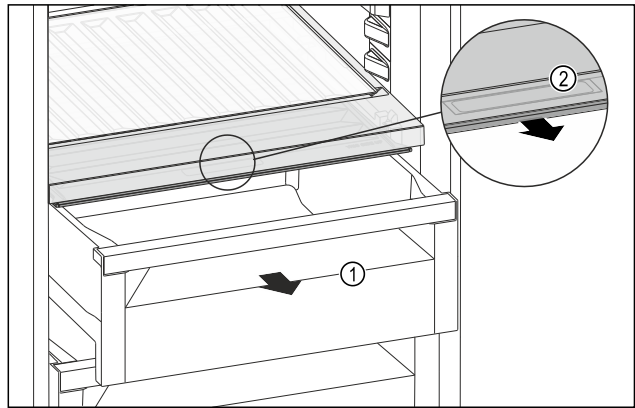

Fig. 172
- ▶ Schuifvak Fig. 172 (1) uittrekken.
- ▶ Greeplijst Fig. 172 (2) op het vakdeksel vastpakken en het vakdeksel gelijktijdig naar voren trekken.